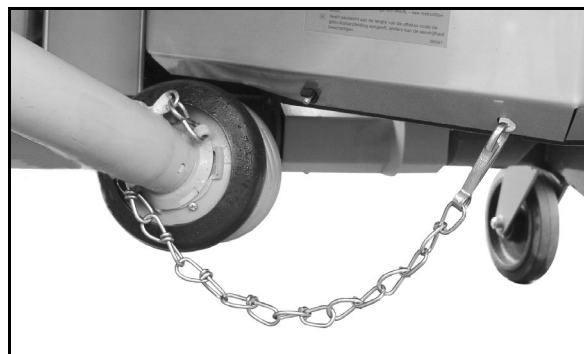

Fig. 55
4. Sikre toppstagbolten (Fig. 55) mot å løsnes utilsiktet ved bruk av den fjærbelastede, automatisk virkende sikkerhetssperren.